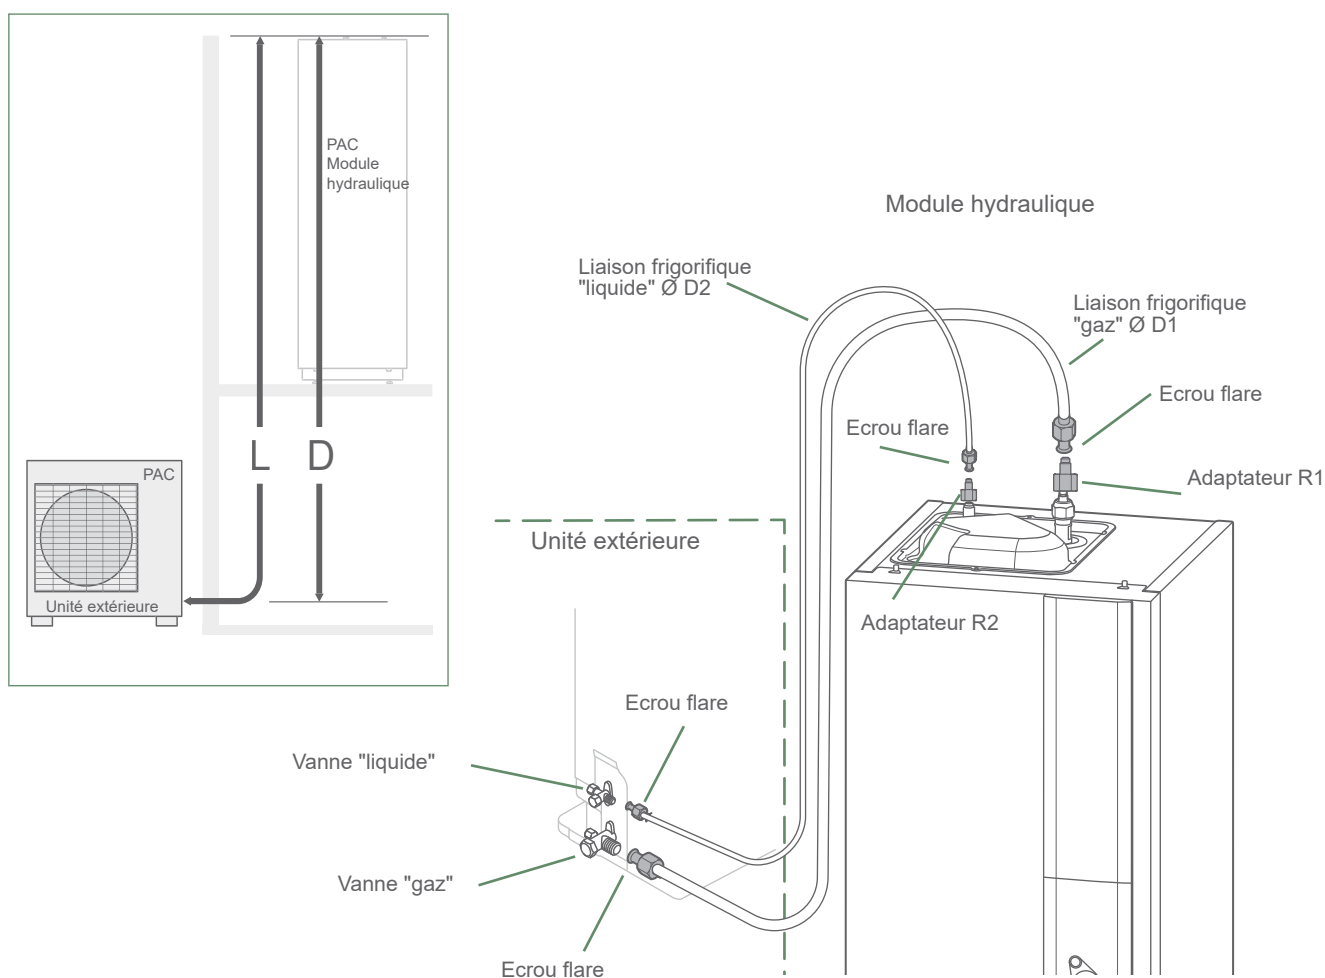

fig. 33 - Raccordement des liaisons frigorifiques (diamètres et longueurs permises)
- Suivant le cas, raccorder un adaptateur (réduction) 1/4" - 3/8" ou 1/2" - 5/8" (voir fig. 33).